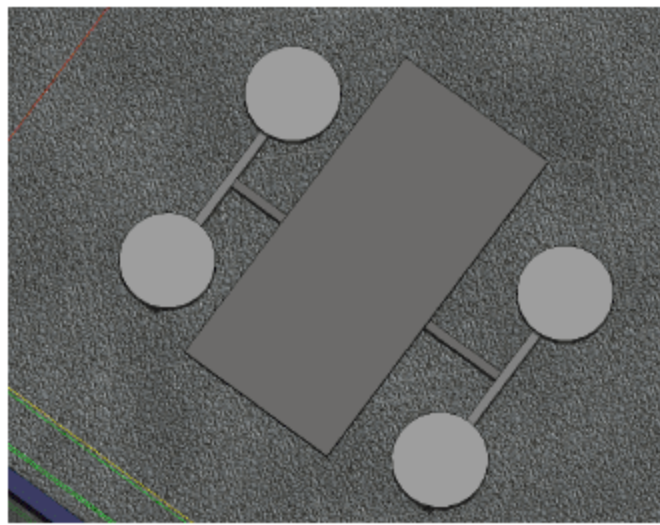
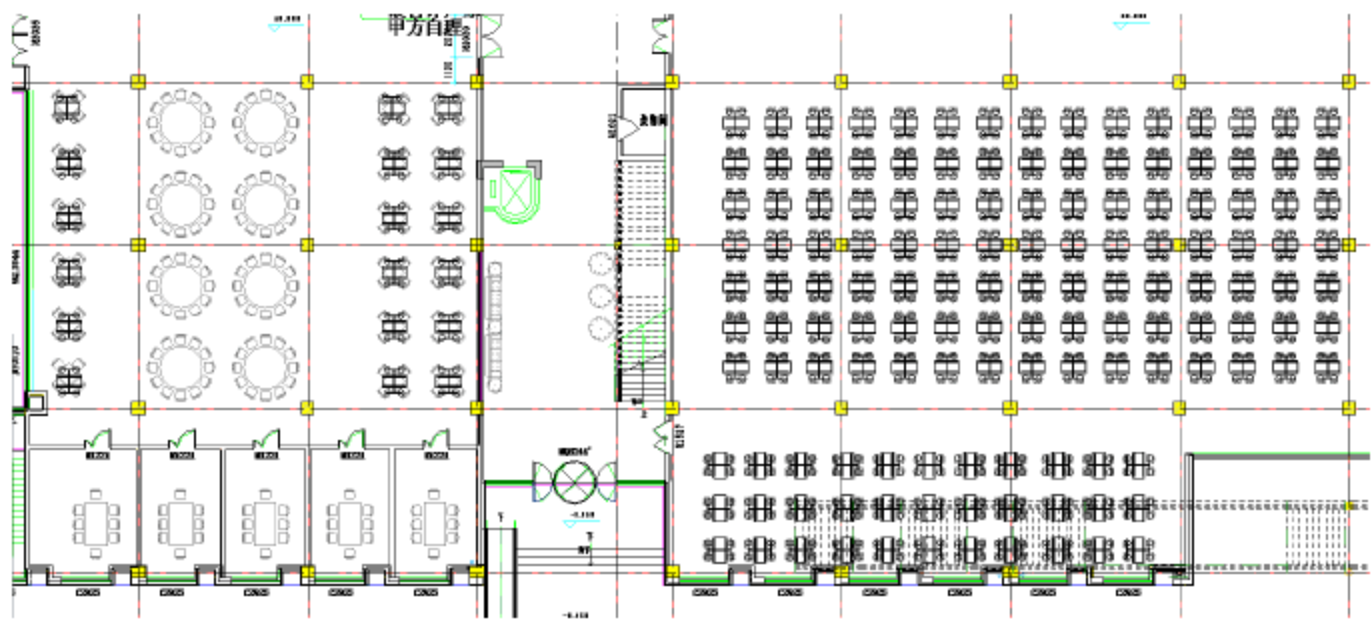

图 10.4.49 插入一套“4 座方形餐座椅”
图 10.4.50 复制其他的“4 座方形餐座椅”
(2) 插入“4座方形餐座椅”。选择“建筑”→“构件”→“放置构建”→“4座方形餐座椅”，标高设置为“1”层，偏移量为“0”。将光标移到“4座方形餐座椅”的中心，单击鼠标，这样就插入了“4座方形餐座椅”，三维视图如图 10.4.49 所示。复制其他的“4座方形餐座椅”（也可以一个个插入），复制完成后如图 10.4.50 所示。